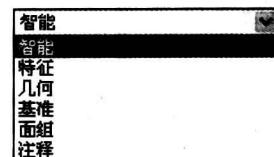

图 1.11 “过滤器”下拉列表
(6) 过滤器。过滤器主要用于过滤选取对象。当需要在比较复杂的图形中选取某一像素时，通过选择过滤器中某一选项，即可过滤其他像素，选取用户所需要的像素。过滤器的下拉列表如图 1.11 所示。
① 智能：智能像素选取，选取顺序为先选到特征(含实体特征、曲面特征或基准特征)，然后再选到此特征的几何元素(如点、线或面)。
② 特征：仅选取实体特征、曲面特征或基准特征(包括基准平面、轴线、曲线、坐标系、基准点)。
③ 几何：仅选取特征的面、曲面组、特征的边或边的端点。
④ 基准：仅选取基准特征，包括基准平面、轴线、曲线、坐标系、基准点。
⑤ 面组：仅选取面组。